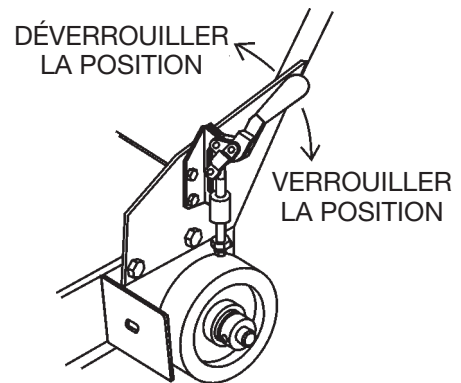

Figure 22. Crampon de roue
2. Desserrez les crampons de roue (Figure 22) en tirant les leviers correspondants vers le **HAUT**.
9. Poussez les leviers des crampons de roue vers le bas pour bloquer les roues (Figure 22).